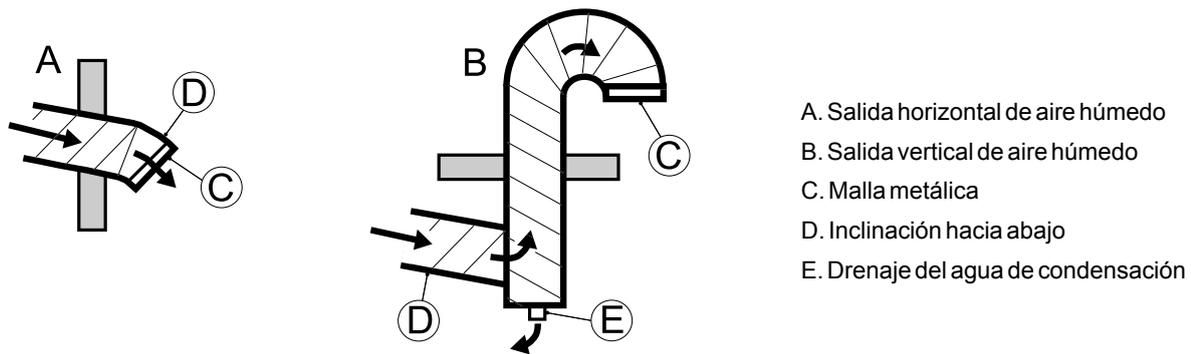

Figura 4.6 Diseño de la salida de aire húmedo
- Los conductos horizontales de aire húmedo deben instalarse con una ligera inclinación (lejos del deshumidificador) para drenar una posible condensación. Los drenajes de condensación adecuados se deben instalar en puntos bajos del conducto de salida del aire húmedo. Consulte la *Figura 4.6*.